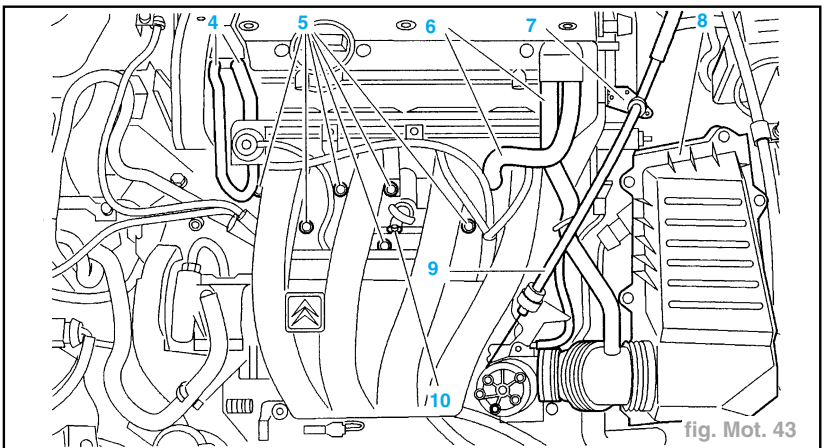

fig. Mot. 43
- Désaccoupler (fig. Mot. 43) :
- le filtre à air (8).
- la câble d'accélérateur (9).
- les tubes de recyclage des vapeurs d'huile (6).
- les durits (4) sur la rampe d'injection de carburant.